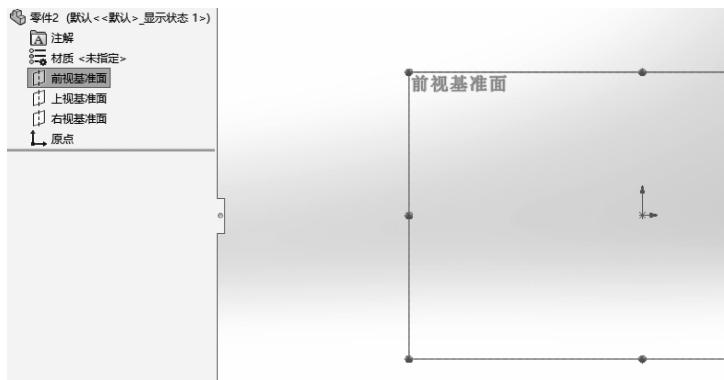

图 1-18 草图绘制模式
(1) 单击【新建】按钮□,在打开的【新建 SOLIDWORKS 文件】对话框中双击【零件】图标。
(2) 在【特征管理器设计树】选项卡中选择【前视基准面】,单击【草图】按钮□,进入草图绘制模式,如图 1-18 所示。